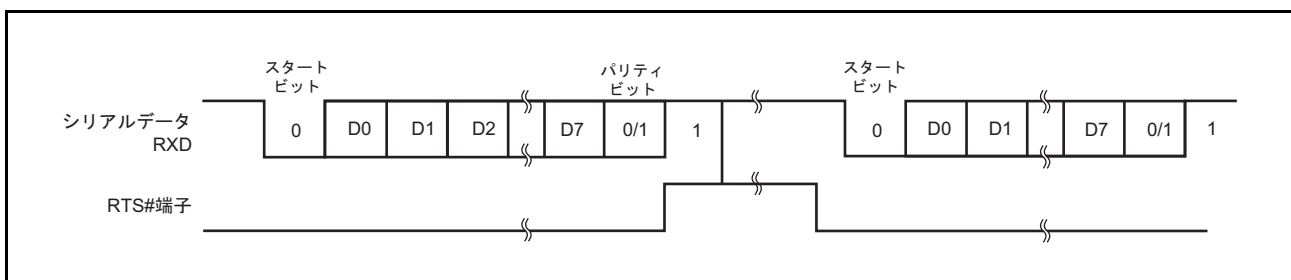

図 25.10 モデムコントロールを使用した動作例 (RTS#)
5. モデムコントロールが有効の場合、FRDR レジスタに空きがあることを示す RTS# 信号を出力します。RTS# 端子が Low のときは受信可能です。RTS# 端子が High のときは FRDR レジスタのデータが RTS# 出力アクティブトリガ設定数以上となり、FRDR レジスタに余裕ができるまで次データの送信を待って欲しい状態であることを示します。モデムコントロール使用時の動作例を例を図 25.10 に示します。